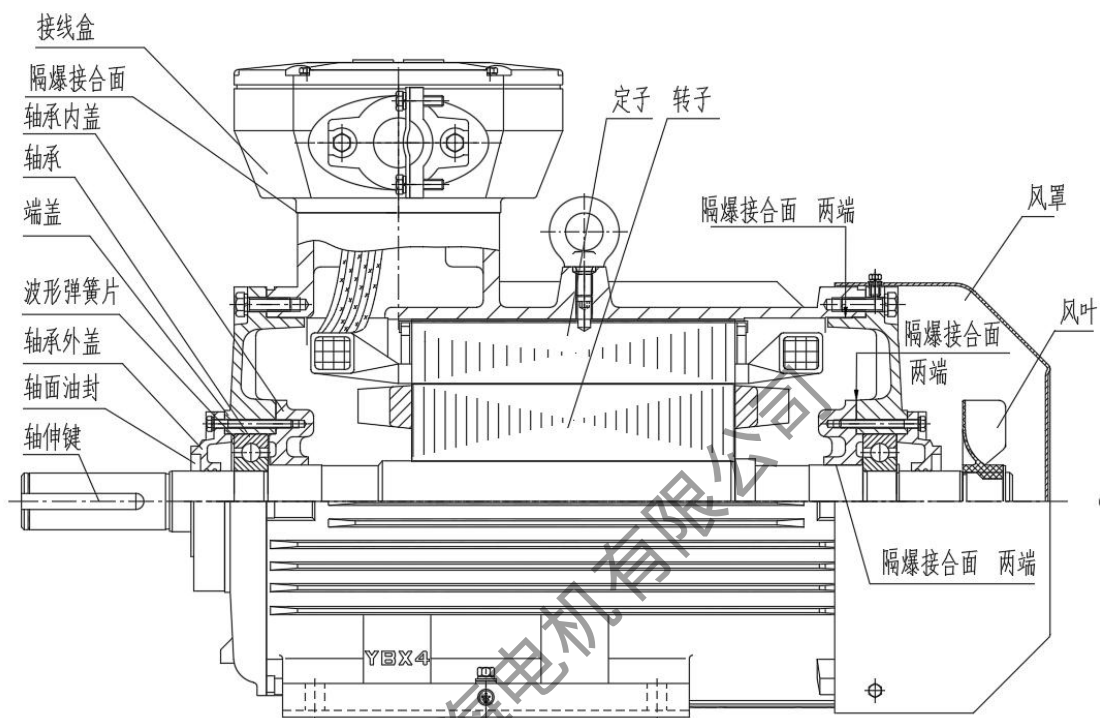
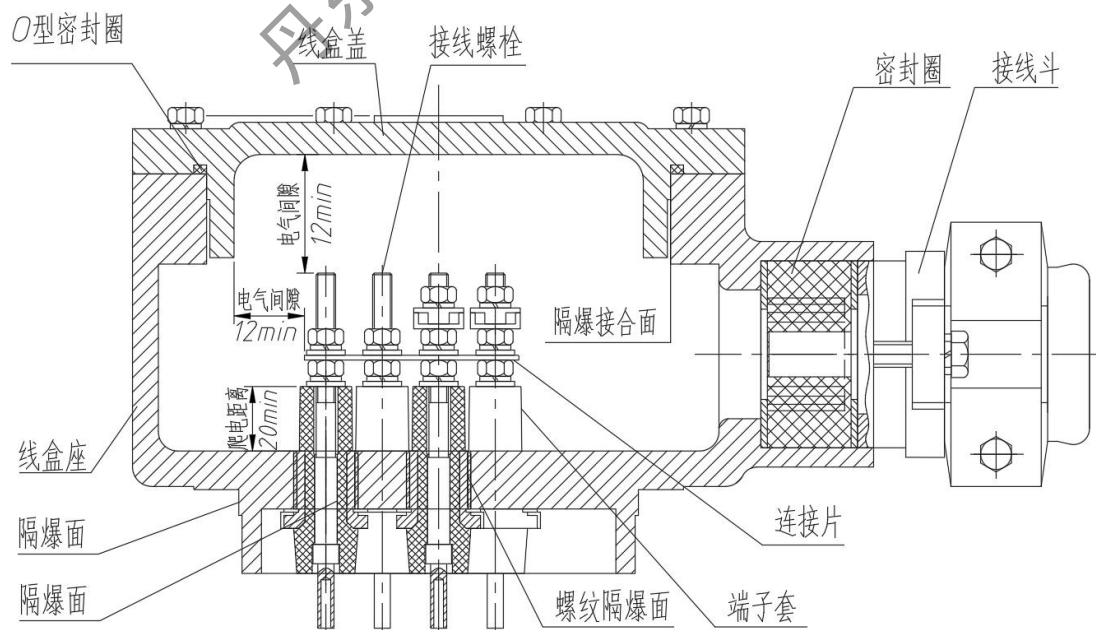

图1 电机主体结构图（以180电机为例）
图2接线盒结构图
5.2.2 本系列电动机主体结构见图1，接线盒结构见图2，
3. 隔爆接合面的长度、间隙、接线盒内部裸露导体之间,裸露导体与金属外壳之间的电气间隙及爬电距离见图 1、图 2。